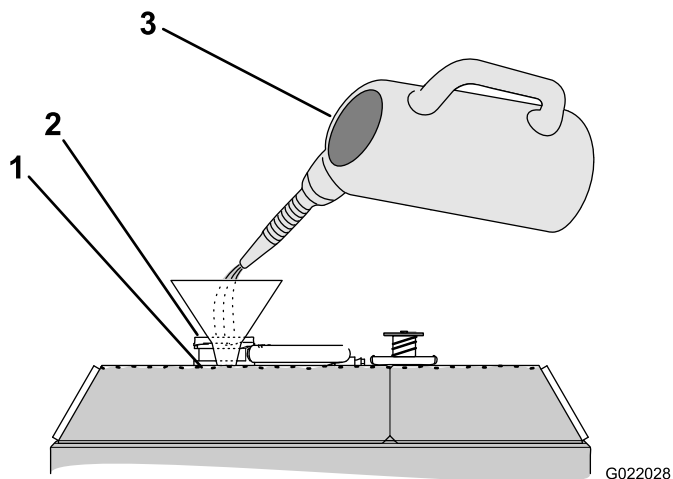

Рисунок 143
3. Залейте в радиатор охлаждающую жидкость так, чтобы ее уровень дошел до низа заливной горловины (Рисунок 143).